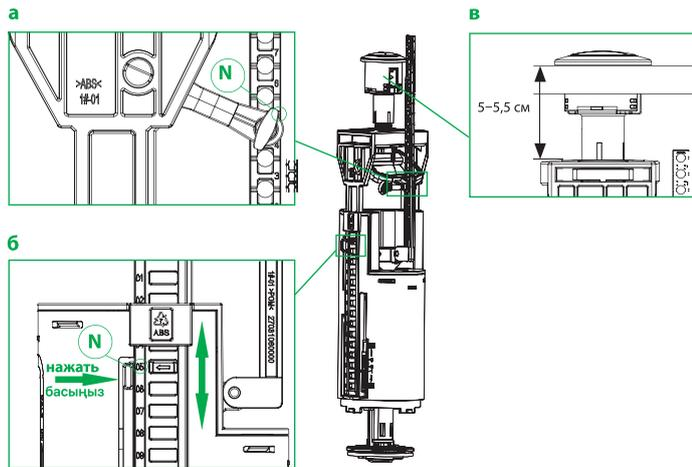

Рис. 4 / 4-сур.
- Отрегулируйте высоту коромысла (рис. 4б). Необходимо учесть, что верхняя часть платформы коромысла должна располагаться на 5–5,5 см ниже верхней кромки отверстия в крышке бачка (рис. 4в). Для упрощения регулировки коромысла рекомендуем отсоединить корпус выпускного клапана от седла, повернув его против часовой стрелки.
- Отрегулируйте положение тяги (рис. 4а). Обратите внимание, что количество отверстий на тяге должно соответствовать цифре на коромысле (рис. 4б).